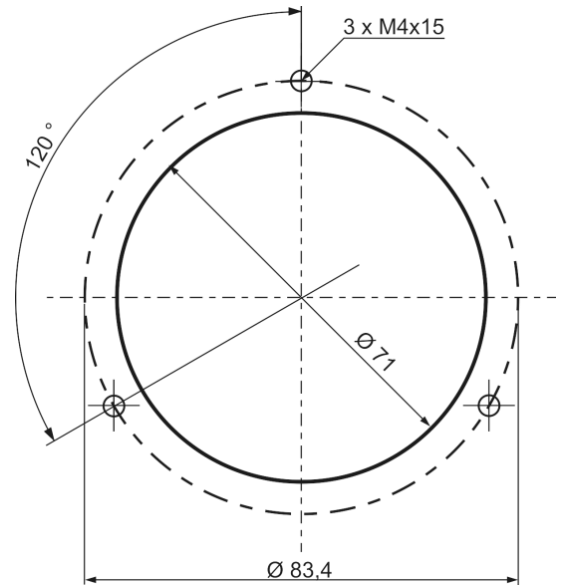

Abb. 5: Ausschnitt und Gewindebolzen, Maße in mm
- ▶ Bringen Sie auf der Rückseite der Frontplatte einen kreisförmigen Ausschnitt und 3 Gewindebolzen an, siehe Abb. 5.